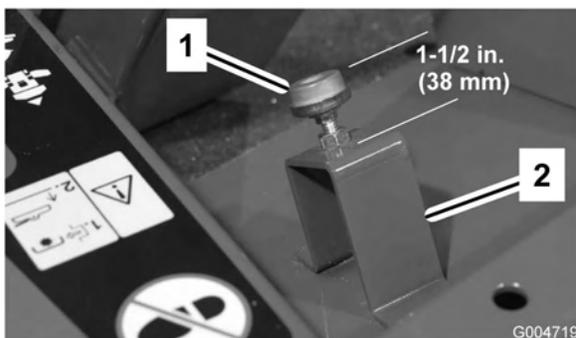

Figura 66
2. Verifique el ajuste del tope del pedal de tracción. La distancia desde la parte superior del soporte hasta la parte superior del tope debe ser de 38 mm (Figura 66). Afloje las tuercas y ajuste según sea necesario.